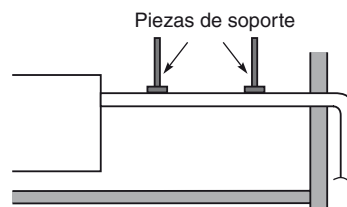

Fig.3-13
- No aplique fuerza a las tuberías del lado de la unidad cuando conecte el tubo de drenaje. El tubo no debería poderse colgar sin soporte desde su conexión con la unidad. Fije el tubo a una pared, bastidor u otro soporte lo más cerca posible de la unidad. (Fig. 3-13)